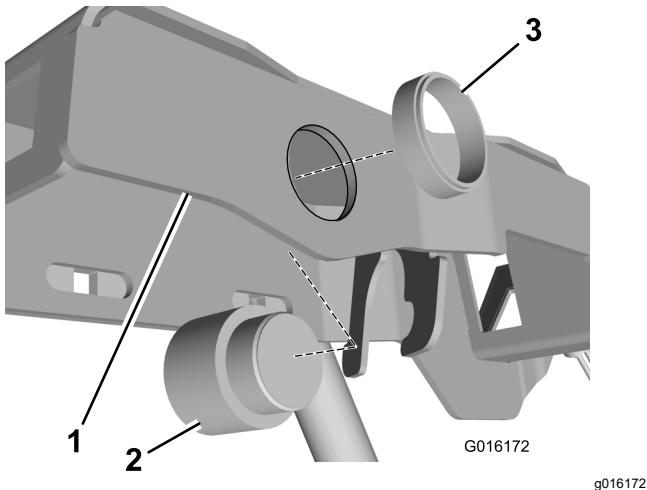

Bild 2
6. Befestigen Sie den Summer im Rahmen des Armaturenbrettarms (Bild 2).